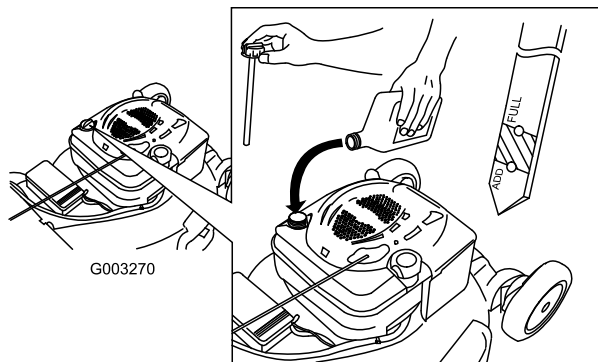

Figura 11
1. Retire la varilla, límpiela, y vuelva a colocarla (Figura 11).
2. Retire la varilla y compruebe el nivel de aceite (Figura 11). Si el nivel de aceite está por debajo de la marca "Add" de la varilla, vierta **lentamente** aceite en el tubo de llenado hasta que el nivel llegue a la marca "Full" de la varilla. **No llene demasiado.** (Capacidad máxima: 0,59 l (20 onzas), tipo: SAE 30, aceite detergente con clasificación de servicio API SF, SG, SH, SJ, SL o superior.)